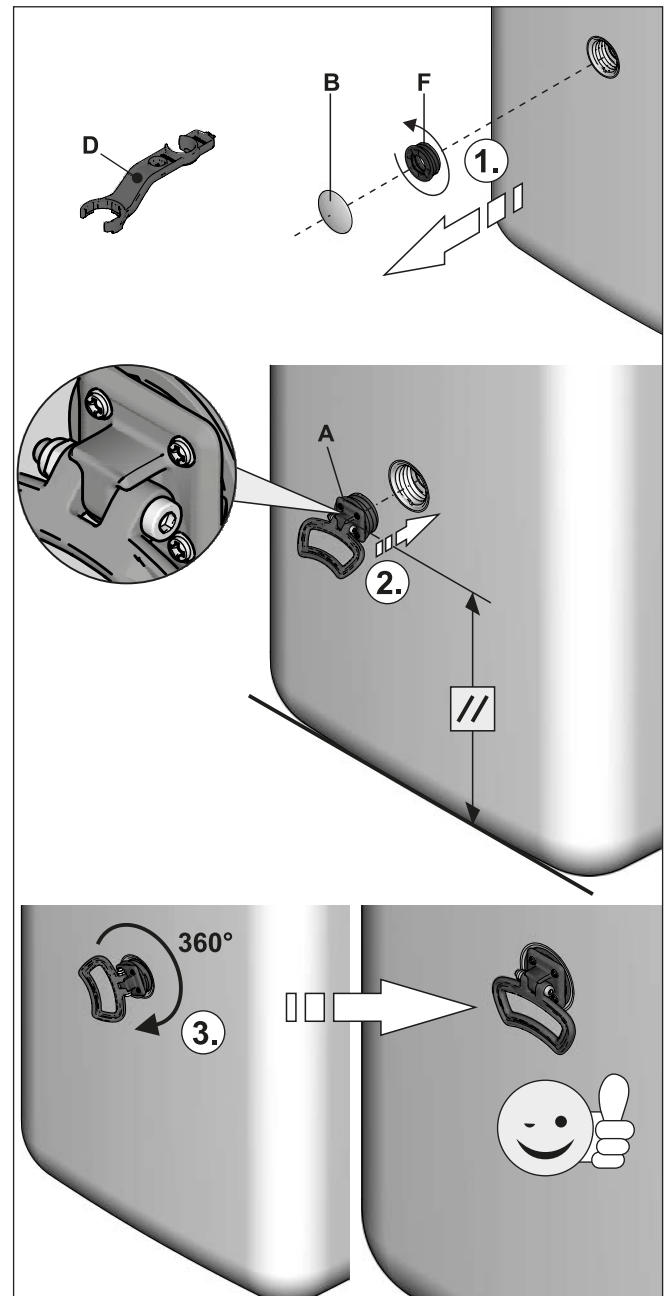

Bild 3-6 Handgriffe montieren
- Am Speicherbehälter die Abdeckblenden (Bild 3-6, Pos. B) abziehen und die Gewindestücke (Bild 3-6, Pos. F) aus den Öffnungen herausdrehen, an welchen die Handgriffe montiert werden sollen.
- Handgriffe (Bild 3-6, Pos. A) in die frei gewordenen Gewindeöffnungen einschrauben.